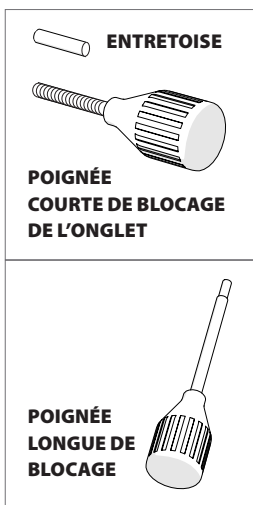

Fig. 2a
- Poignée de blocage de l'onglet (**Fig. 2a**).
(Fig. 2a) Insérez l'entretoise sur la poignée filetée de blocage de l'onglet avant de l'installer (machines à poignée courte de blocage de l'onglet uniquement).